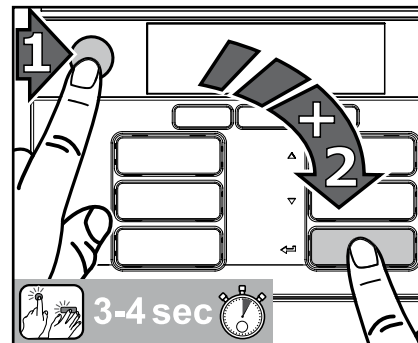

Bild 31
1. Tryck först på STOPP-knappen och sedan på Enter  och håll båda knapparna intryckta samtidigt i 3-4 sekunder för att komma till rengöringsläget (bild 31).